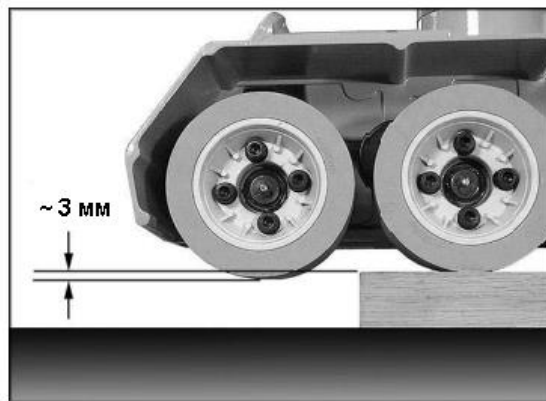

Рисунок 16
6. При использовании в горизонтальном положении устройство автоподачи следует отрегулировать по высоте так, чтобы расстояние между столом и подающими роликами было примерно на 3 мм меньше толщины заготовки (см. рисунок 16).
5. При установке устройства автоподачи в горизонтальном положении учитывайте упругость пружин роликов. Расстояние между упором фрезерного станка и подающими роликами должно быть примерно на 3 мм меньше толщины заготовки (см. рисунок 16).